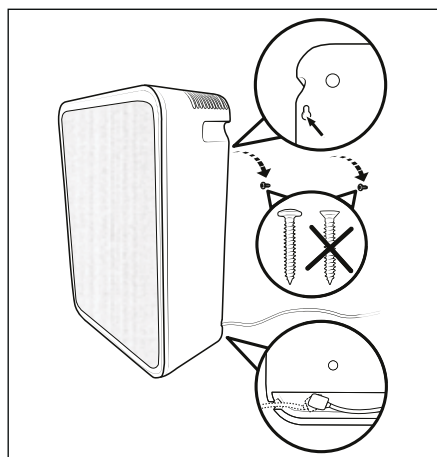

Fig. 4
- ◆ Avvitare una vite a testa cilindrica in ciascun foro. Lasciare che le viti a testa cilindrica sporgano di circa 5 mm dai tasselli, in modo da disporre di spazio sufficiente per agganciare l'apparecchio (vedere fig. 4).
- ◆ Inserire lo spinotto cavo dell'alimentatore ⑩ nella presa ⑤ dell'apparecchio (vedere fig. 4).
- ◆ Agganciare l'apparecchio alle due viti a testa cilindrica con i due occhielli di sospensione (vedere fig. 4).
- ◆ Sollevare un poco l'apparecchio dalla parete. Far passare il cavo dell'alimentatore ⑨ attraverso la canalina dell'apparecchio facendolo uscire verso sinistra o destra (vedere fig. 4).